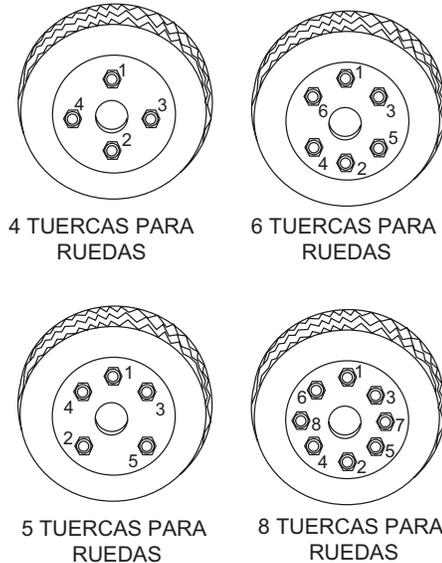

Figura 24. Secuencia de apriete de las tuercas de las ruedas
- Apriete todas las tuercas de las ruedas en secuencia. Vea la Figura 24. NO apriete las tuercas de las ruedas completamente.